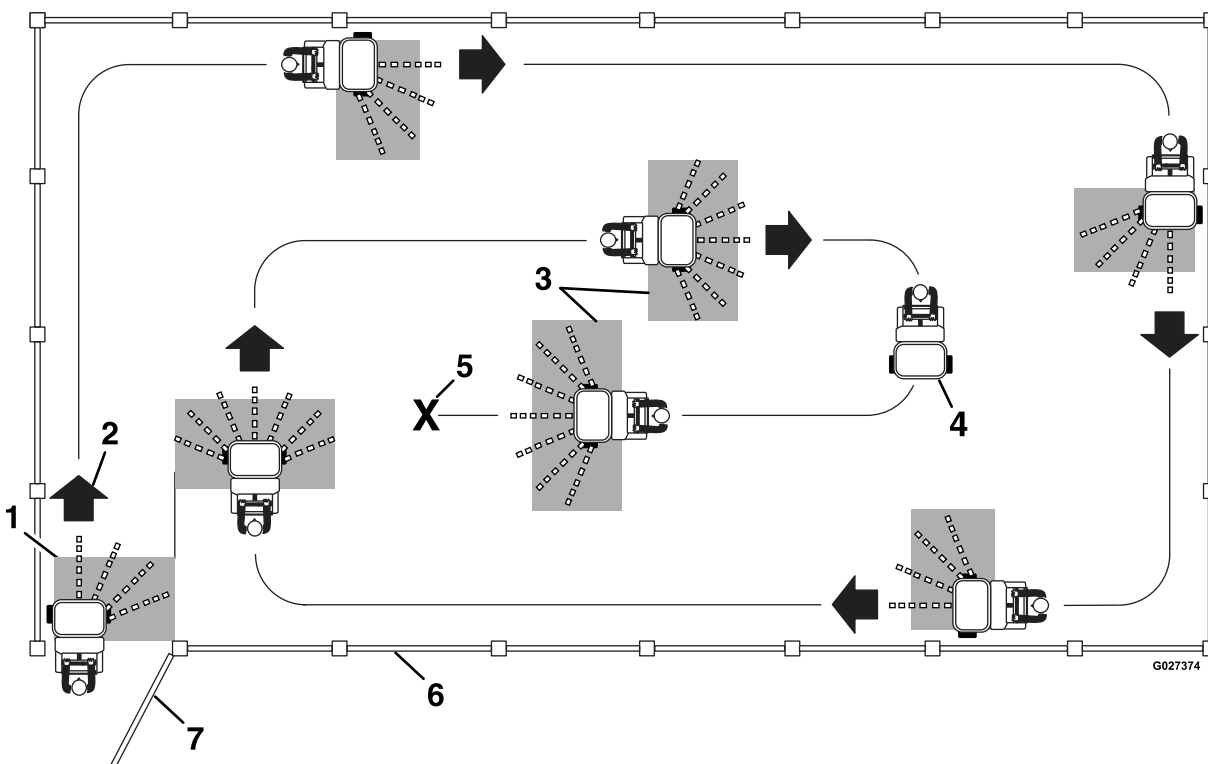

Figura 41
- Para asegurar una aplicación uniforme, distribuya el material en un patrón solapado, como se muestra en la Figura 41.